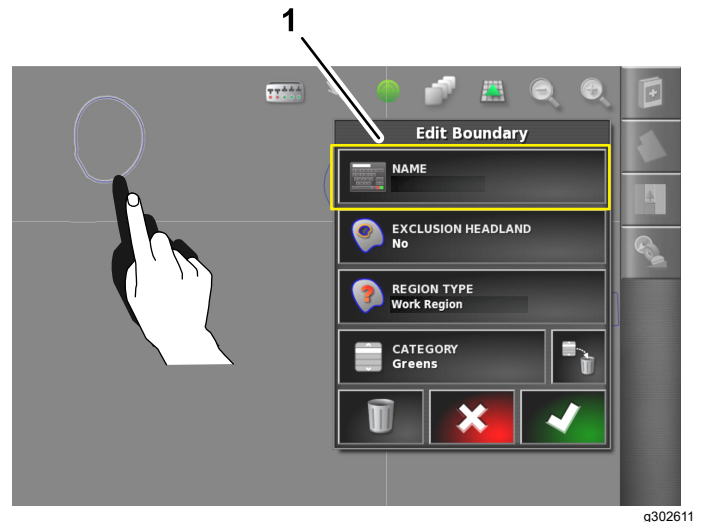

Figure 57
2. Retirez le doigt de l'écran ; la boîte de dialogue Modifier la limite s'ouvre (Figure 57).